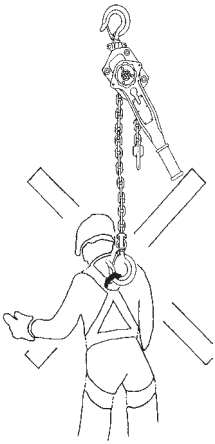

Fig. 5
- Il trasporto di persone con questo paranco è assolutamente vietato (Fig. 5).